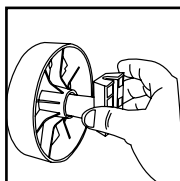

FIGURA 8
11. Ensamble la rueda sobre el eje con la cara lisa de la rueda hacia fuera. **FIGURA 8.**